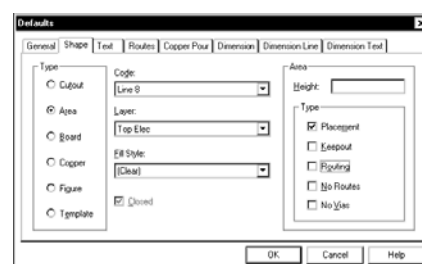

Рис. 8. Настройки для рисования области размещения компонентов.
3. В появившемся диалоговом окне Defaults перейдем на вкладку Shape (рис. 8), в поле Type выберем опцию Area, в выпадающем списке Code выберем стиль линий Line 8, а также включим опцию Placement.